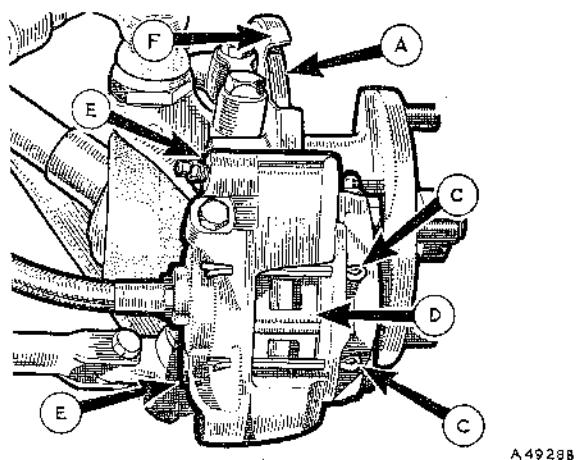

Fig. M.6
- (1) Levantar con falso y quitar la rueda.
- (2) Bajar el muelle de retención del falso y retirar los pasadores partidos (Fig. M.6).
- (3) Quitar el muelle y retirar las zapatillas frotantes de la pinza.
- (4) Limpiar completamente la cara expuesta de cada pistón y cavidades de la pinza.